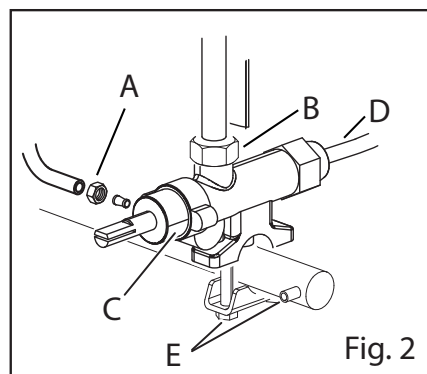

Fig. 2
- Desaparafusar as ligações de entrada (por exemplo: Fig. 2/E) e saída de gás (Fig. 2/A e B)
- Desatarraxar a alimentação do queimador piloto (Fig. 2/D)
- Desrosquear o termopar (Fig. 2/D)
- Desaparafusar as ligações de entrada (por exemplo: Fig. 2/E), saída de gás (Fig. 2/A e B) e as ligações elétricas.
- Desaparafusar o termopar da torneira (Fig. 2/D)